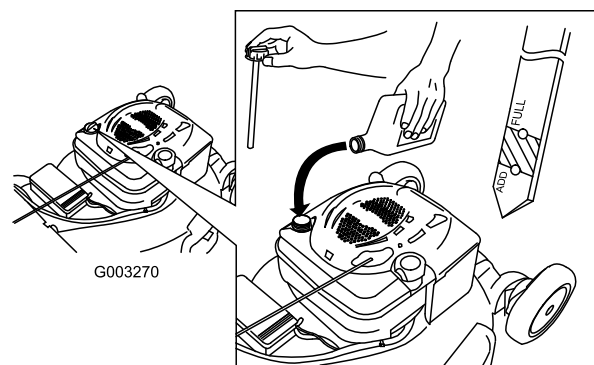

**Figura 34**
6. Retire la varilla del tubo de llenado de aceite (Figura 34).